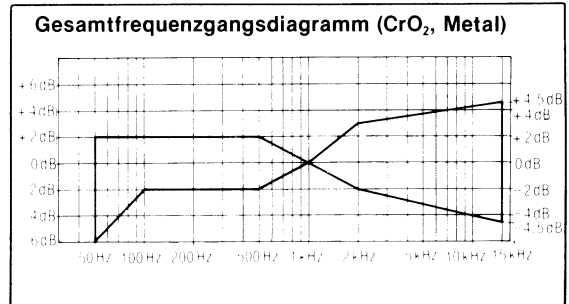

Fig. 14
8. Testband QZZCRX einlegen, und Signale von 50Hz, 100Hz, 200Hz, 500Hz, 1kHz, 4kHz, 8kHz, 10kHz und 15kHz aufzeichnen; Anschliessend die Signale wiedergeben und prüfen, ob die Kurve innerhalb des Bereichs liegt, der im Gesamtfrequenzgang-Diagramm für das CrO2 Band dargestellt ist. (Fig. 14.)
9. Das Metallband-Referenzleerband (QZZCRZ) einsetzen. Testband QZZCRZ einlegen und Signale von 50Hz, 100Hz, 200Hz, 500Hz, 1kHz, 4kHz, 8kHz, 10kHz und 15kHz aufnehmen. Anschliessend die Signale wiedergeben und prüfen, ob die Kurve innerhalb des Bereichs im Gesamtfrequenzgangdiagramm für Metallband liegt. (Fig. 14.)
**Justierung (B):**